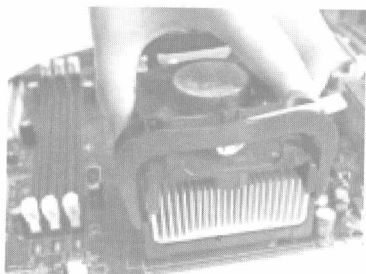
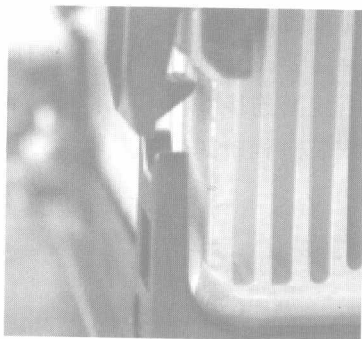

图 1.7 安装 CPU 散热器
图 1.8 未安装到位的散热器
(2) 将 P4 散热器放到 CPU 上面,将扣具上的 4 个挂钩与主板上风扇基座的 4 个挂孔扣好,如图 1.7 所示。图 1.8 是未安装到位的情况。